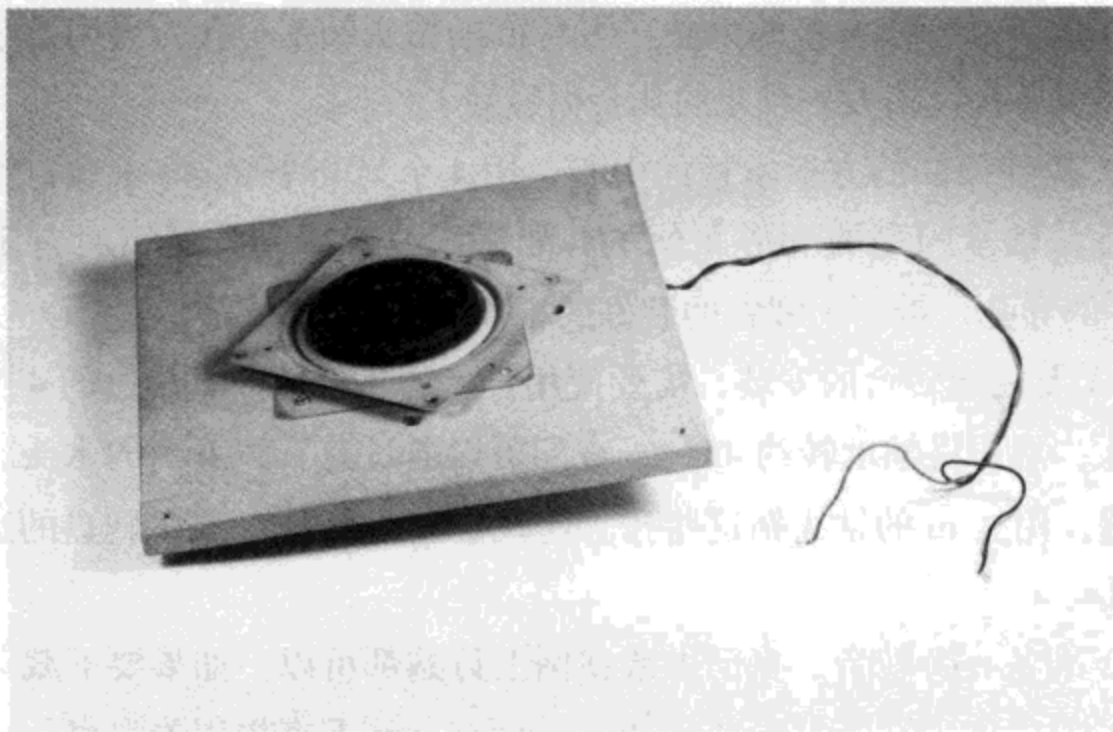

图10.5 层层安装的同轴轮子、轴承、联轴器、电机
(11) 把塑料轮装在联轴器上。塑料轮应装在轴承（和联轴器）的中心顶部的位置上，如图 10.5 所示。把轮子调整到中心位置，保证联轴器不与之前钻好的 $\frac{1}{2}$  in 的孔发生摩擦。